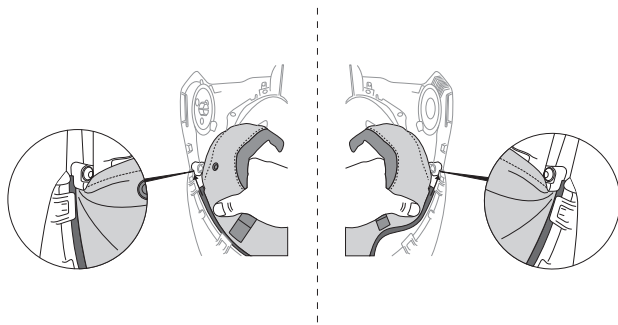

Fig. 13c
- c. Pour remplacer la membrane d'étanchéité faciale, faire en sorte que le dessous du masque de soudeur soit orienté vers le haut et que le tuyau d'admission d'air soit orienté vers le bas, puis positionner la membrane d'étanchéité faciale avec les languettes de préhension vers le haut. Insérer les bords externes du dispositif de retenue en plastique avant dans les rainures appropriées situées de chaque côté et insérer le centre dans la rainure située à l'avant du masque de soudeur. S'assurer qu'elle soit bien insérée dans les rainures au centre (Fig. 13c).